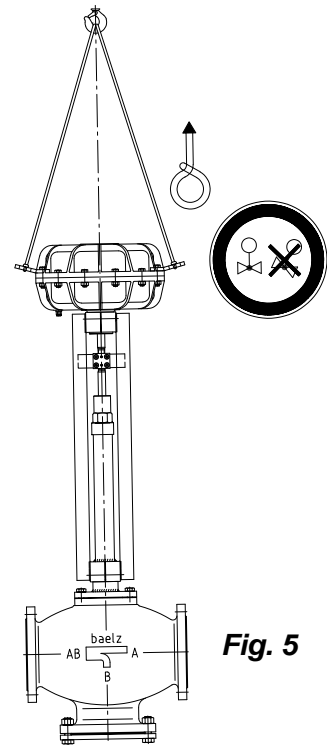

Fig. 5
- Assurer que lors du levage l'axe de la tuyauterie se trouve toujours en position horizontale et l'axe de la tige de clapet se trouve en position verticale (Fig. 5).